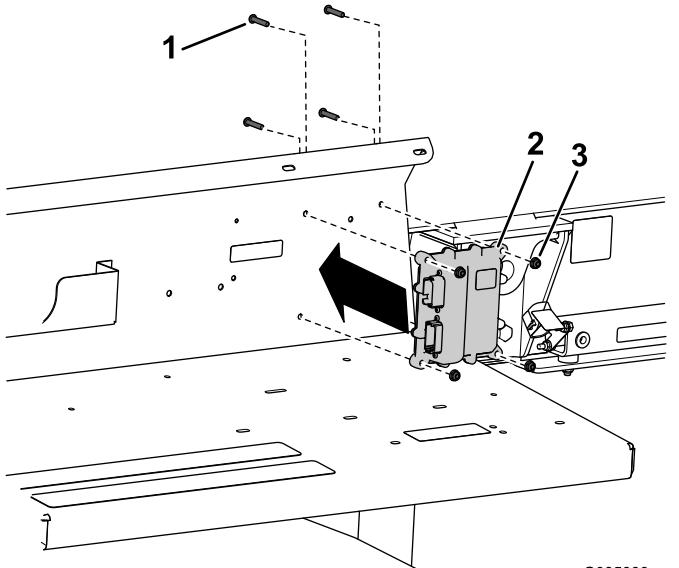

Bild 6
3. Befestigen Sie das Steuergerät mit vier Kopfschrauben (1/4" x 1 1/4") und vier Muttern (1/4") an der Schutzvorrichtung des Kotflügels, wie in **Bild 6** abgebildet.
Wichtig: Stellen Sie sicher, dass Sie die Schrauben in der richtigen Richtung einsetzen, siehe **Bild 6**. Wenn die Schrauben in der falschen Richtung eingesetzt werden, berührt die Fangbox die Schrauben beim Absenken.